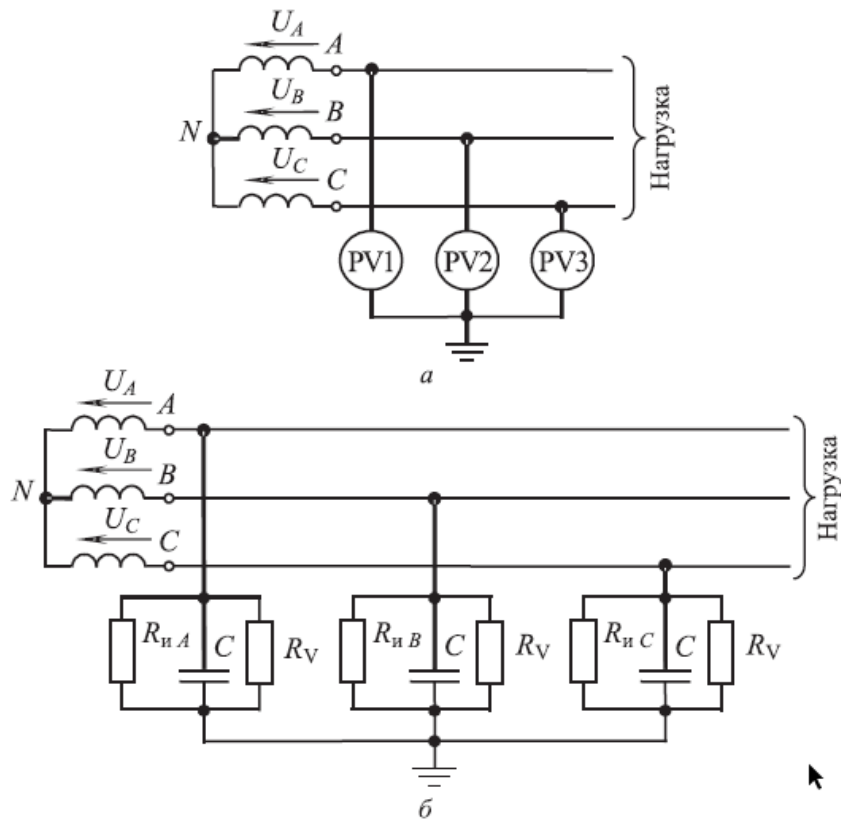

Рис. 9.5
**ЗАДАЧА 9.5.** Три вольтметра используются для контроля сопротивления изоляции незаземленной трехфазной цепи (рис. 9.5, а). Линейное напряжение  $U_{л} = 380$